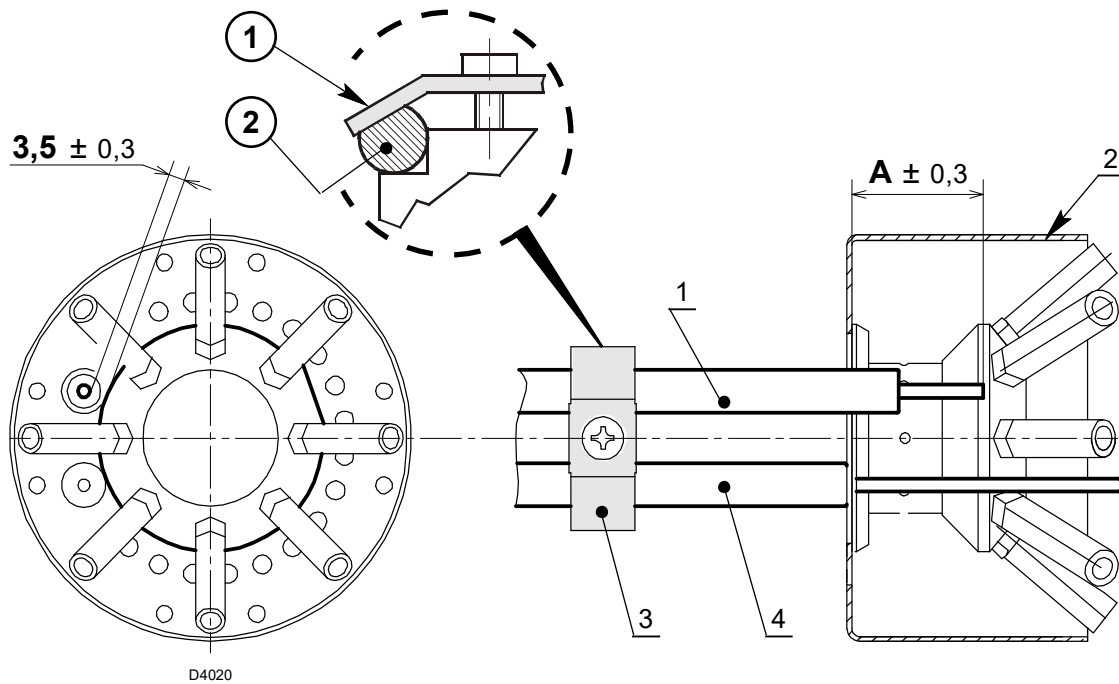

Abb. 13
- Das Einrasten der Platte 3) (Abb. 13) in der Abflachung der Elektrode 1) prüfen.